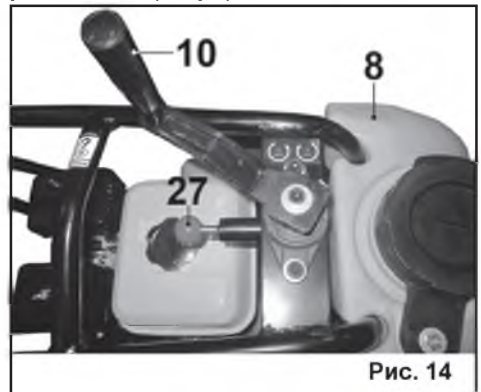

Рис. 14
8.3. Установка глубины резания (Рис.14).